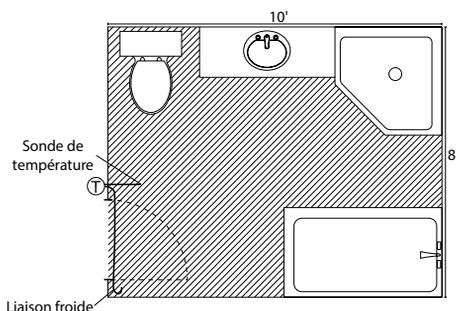

Figure 1
- Indiquer tous les éléments fixes (toilette, bain, douche, comptoirs, commodes et ameublement permanent) et s'assurer de ne jamais installer le câble chauffant sous ces éléments fixes (Figure 1).